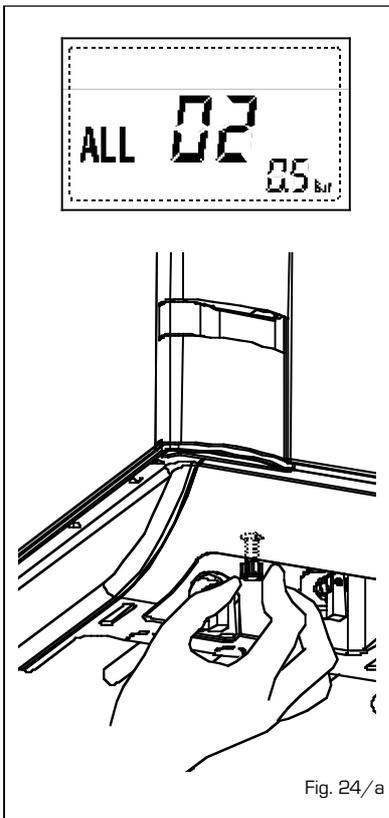

Fig. 24/a
- ANOMALÍA ALTA PRESIÓN AGUA "AL 03" (fig. 24/b)